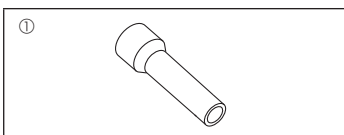

Fig. 1-1
1.6. Εξαρτήματα εξωτερικής μονάδας (Fig. 1-1) (ZRP200/250, P200/250)